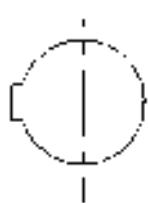

图 8-133 键槽轮廓线
6) 复制键槽。单击“修改”工具栏中的“复制”按钮 $\text{C}$ ，选择键槽轮廓线和中心线，如图 8-133 所示。